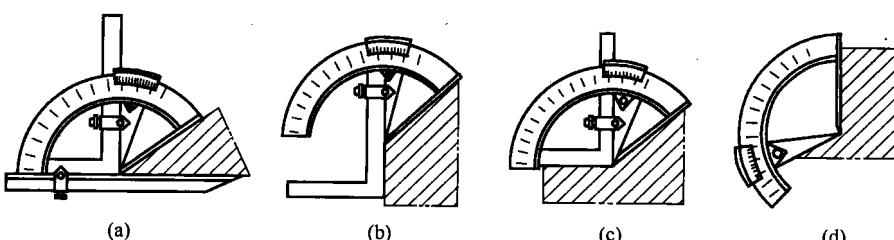

图 1-13 万能角度尺的应用
(1) 使用前，应将万能角度尺擦洗干净，并检查各部件移动是否平稳可靠，然后校对零位。万能角度尺的零位，是当角尺与直尺均装上，使角尺的底边及基尺均与直尺无间隙，此时主尺与游标的“0”线对准。
(2) 调整好零位后，通过改变基尺、角尺、直尺的相互位置来测量 $0^\circ \sim 320^\circ$ 范围内的任意角度，如图 1-13 所示。
如图 1-13 (a) 所示，将被测件放在基尺和直尺的测量面之间，可以用来测量 $0^\circ \sim 50^\circ$ 的工件角度。
如图 1-13 (b) 所示，把直尺和卡块卸下来，并把直角尺往下移，将被测件放在基尺和直角尺的测面之间，可以用来测量 $50^\circ \sim 140^\circ$ 的工件角度。
如图 1-13 (c) 所示，把直尺和卡块卸下来，并把直角尺往上推，将直角尺和基尺的测量面紧贴在被测件的表面上，可以用来测量 $140^\circ \sim 230^\circ$ 的工件角度。
如图 1-13 (d) 所示，把直尺、直角尺和卡块都卸下来，直接用基尺和扇形板的测量面去测量，可以用来测量 $230^\circ \sim 320^\circ$ 的工件角度。